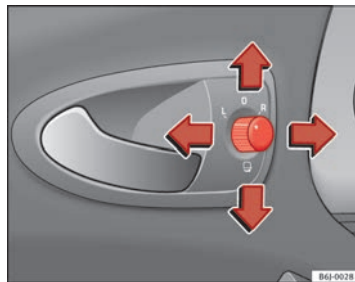

Fig. 70 Comando dos retrovisores exteriores
- Rodar o botão giratório ⇒ Fig. 70 para a posição **L (espelho retrovisor esquerdo)**.
- Rodar o comando ⇒ Fig. 70 até à posição  para rebater os retrovisores exteriores. Para evitar danos no veículo, deve recolher os retrovisores exteriores sempre que o veículo entre num túnel de lavagem automática.